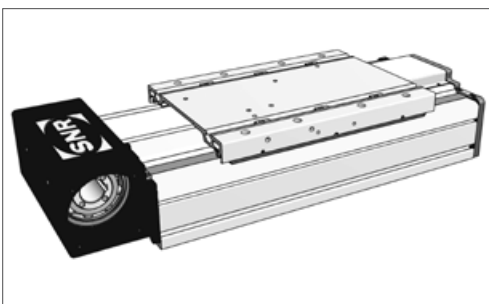

Bild 5.6 — AXDL mit Zahnriemenantrieb
- 3 Antriebsvarianten: Zahnriemen-, Spindel- oder Zahnriemen -  $\Omega$  - Antrieb (Bild 5.6 bis 5.8)